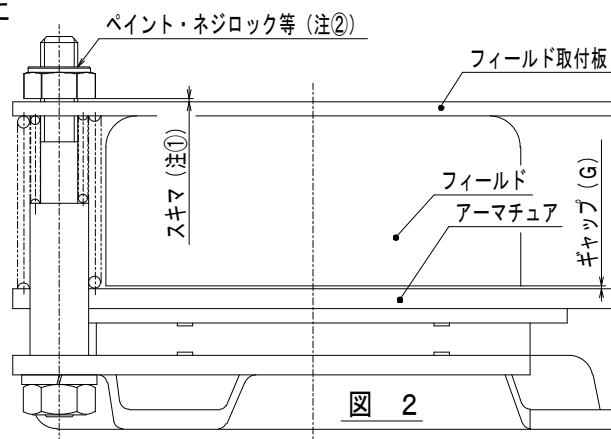

図 2
注) ①フィールドの取付板面と調整ナット面にはスキマ（図2）のないようにしてください。（4箇所均等に締め込みませんと動作不良の原因となりますのでご注意ください。）
②ギャップ調整後、ナット上部にはペイントまたはネジロック等を必ず塗布してください。